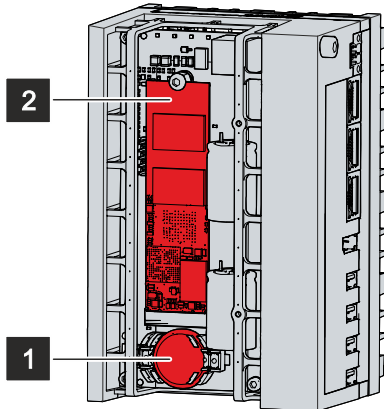

Abb. 27: Batterie und Speichermedien
⇒ Die Batterie steht jetzt in einer schrägen Position (siehe Abb. 27).
5. Drücken Sie die hochstehende Seite der Batterie nach unten in den Batteriehalter (siehe Abb. 27).